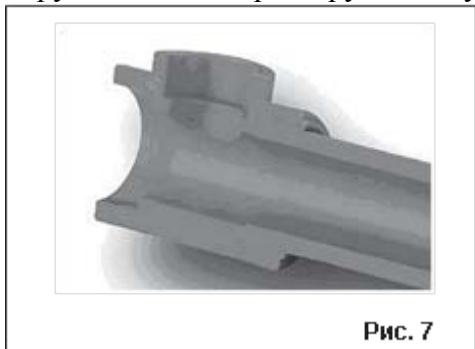

Рис. 7
10.9. Рекомендуем перед выполнением ответственных работ произвести пробные соединения пластиковых элементов с последующим анализом качества выполненной сварки. Только после получения стабильных результатов сварки приступайте к выполнению ответственных работ. На Рис.7 показан разрез сварного соединения. При качественной сварке в месте соединения образуется монолитная масса, и нет шва между наружным диаметром трубы и внутренним диаметром фитинга.